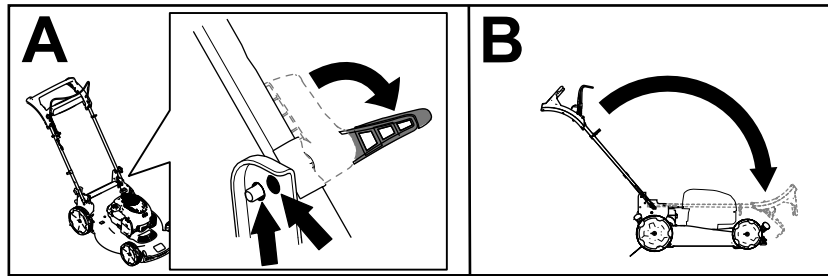

Figura 17
2. Disinnestate i fermi della stegola finché non è possibile muovere liberamente la stegola superiore (A della Figura 17)
3. Piegare la stegola in avanti, in posizione completamente in avanti (B della Figura 17).